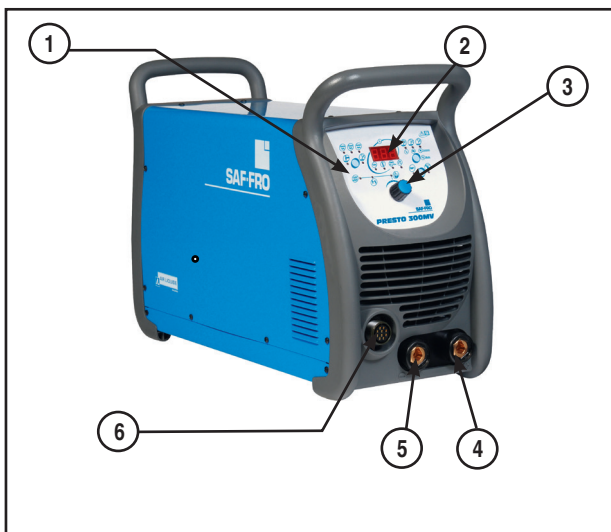

Fig. 2
- Pour le soudage à électrode enrobée DCEP (courant continu, électrode au pôle positif), connecter le câble du porte-électrodes à la borne positive du poste à souder (Réf. 4 – Fig. 2).
- Pour le soudage à électrode enrobée DCEP (courant continu, électrode au pôle positif), connecter le câble de travail à la borne négative du poste à souder (Réf. 5 – Fig. 2) et à la prise de terre à proximité de la zone de soudage.
- Pour utiliser la télécommande : brancher le connecteur de la télécommande à la prise 10 broches du panneau frontal (Réf. 6 – Fig. 2) et l'activer avec la touche (Réf. 13 – Fig. 8). Dans cet état, le courant peut être réglé indépendamment du paramétrage du poste, mais il faut faire attention : le courant max de soudage par télécommande dépend de la valeur de consigne réglée sur le panneau frontal à l'aide du commutateur rotatif (Réf. 3 – Fig. 8).
4. Connecter le câble de travail à la borne positive de sortie (Réf. 4 – Fig. 2) et à la prise de terre à proximité de la zone de soudage.
5. Connecter le câble de la torche à la borne négative de sortie (Réf. 5 – Fig. 2) et disposer l'électrode adaptée et la buse de gaz sur la torche (vérifier l'état de l'électrode infusible).
12. Pour utiliser la télécommande : brancher le connecteur de la télécommande à la prise 10 broches du panneau frontal (Réf. 6 – Fig. 2) et l'activer avec la touche (Réf. 13 – Fig. 8). Dans cet état, le courant peut être réglé indépendamment du réglage du poste, mais il faut faire attention : le courant max de soudage par télécommande dépend de la valeur de consigne choisie sur le panneau frontal à l'aide du commutateur rotatif (Réf. 3 – Fig. 8).
L'INTERFACE HOMME-MACHINE (IHM) est située sur le panneau frontal du poste (Réf. 1 – Fig. 2) et représente le cerveau de la machine.